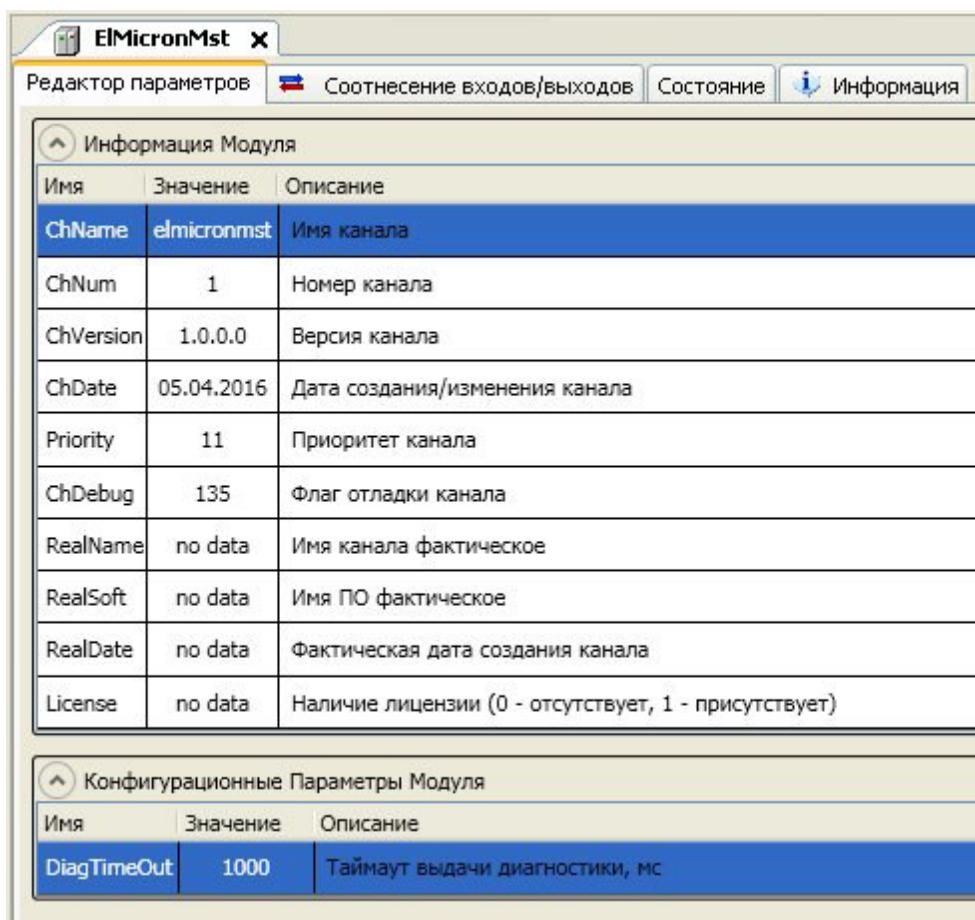

Рисунок 3.40 – Модуль **ElMiconMst**. Закладка *Редактор параметров*
- 2 Перейти на закладку *Редактор параметров* (см. рисунок 3.40).